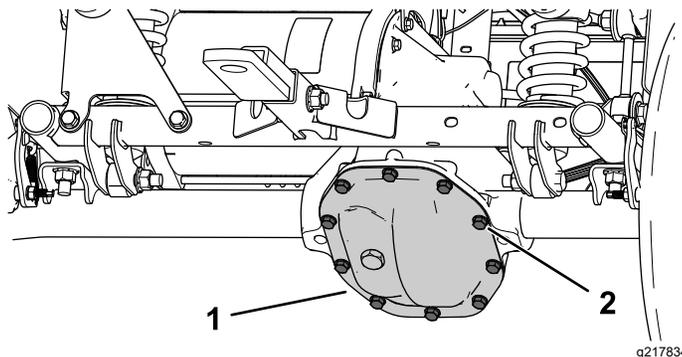

図 51
1. トランスアクスルカバーの下にオイルを受ける容器をおく 図 51。
2. トランスアクスルカバーについているボルトを外してオイルが完全に抜けるのを待つ 図 51。